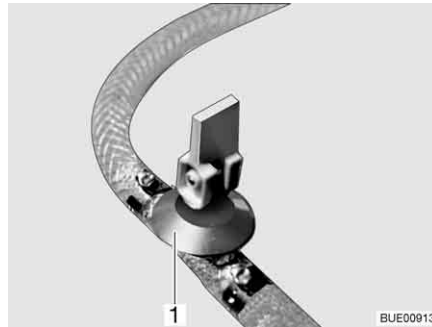

Bild 202 Avtappningskran
- Stäng avtappningskranen/avtappningskranarna. Ställ vipparmen (Bild 202, 1) i vågrätt läge.
- Öppna avtappningskranen/avtappningskranarna (Bild 202). Ställ vipparmen (Bild 202, 1) i lodrätt läge. Varmvattenberedaren töms utåt.